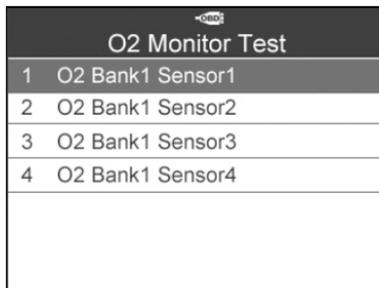

Abbildung 6.17
- 3) Wählen Sie im Menü **O2-Monitor Test** über die Scrolltaste **NACH OBEN/UNTEN** die Option **O2-Sensor** aus und drücken Sie die **Y**-Taste. (Abbildung 6.17)